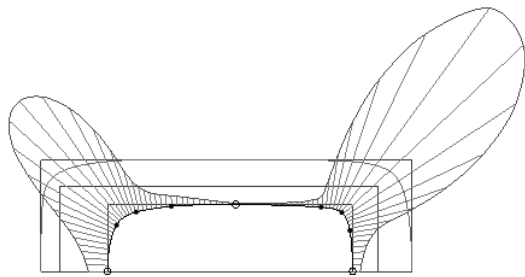
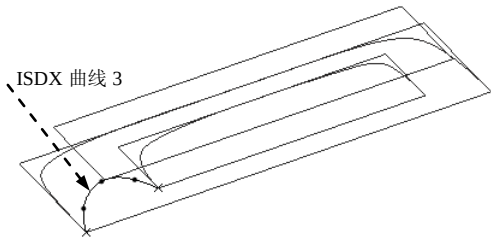

图 8.8.29 ISDX 曲线 2 的曲率图
图 8.8.30 创建 ISDX 曲线 3
(6) 对照曲线的曲率图，编辑 ISDX 曲线 2。
① 单击 **RB** 按钮，选择 Course_v1 视图。
② 在 **样式** 功能选项卡中的 **分析** 区域中单击“曲率”按钮 **曲率**，然后选取图 8.8.29 中的 ISDX 曲线 2，对照图 8.8.29 所示的曲率图（注意：此时在 **比例** 文本框中输入数值 30.00），再次对 ISDX 曲线 2 上的其他几个点进行拖拉编辑。
(7) 完成编辑后，单击操控板中的 **✓** 按钮。
Step4. 创建图 8.8.30 所示的 ISDX 曲线 3。